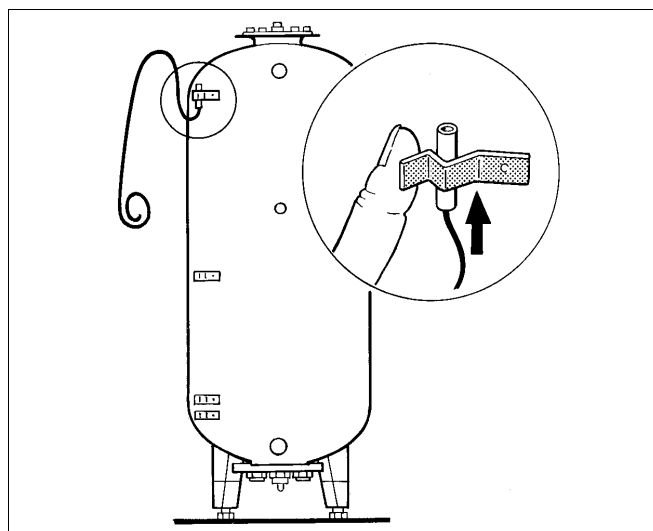

Fig. 5
Las sondas de contacto se tienen que disponer en la circunferencia del acumulador (Fig. 5).
- Inserte la sonda en el soporte de muelle de modo que toda la superficie de contacto exterior de la sonda esté aplicada de forma plana en la camisa. (Fig. 5).